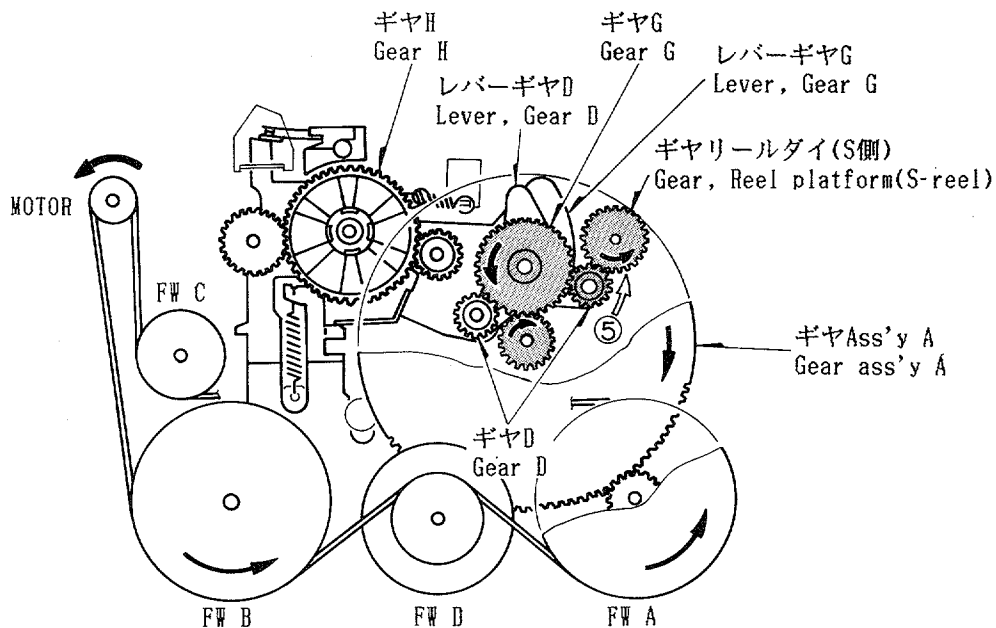

Fig. 4
- 2) モーターが逆回転すると、ギヤA Ass'y及びギヤGが反転し、レバーギヤDは矢印④方向へ作動します。(Fig. 4 参照)
- 3) 矢印④方向に作動したレバーギヤDのギヤDとギヤリールダイ(S側)が噛み合う為、リールダイ(S側)が回転します。(Fig. 4 参照)
- 2) This action makes the gear A ass'y and the gear G rotating reversely as well, moving the lever, Gear D in the direction of arrow ④. (See Fig. 4)
- 3) The movement of the lever, Gear D causes the gear D to engage the gear, Reel platform (S-reel), giving rotation to the reel platform (S-reel). (See Fig. 4)